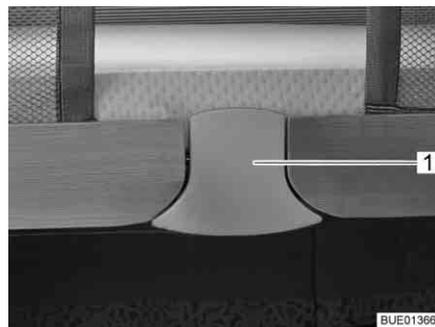

Bild 115 Entriegelung
- Entriegelungsfläche (Bild 115,1) unten herausziehen. Die Verriegelung ist gelöst.